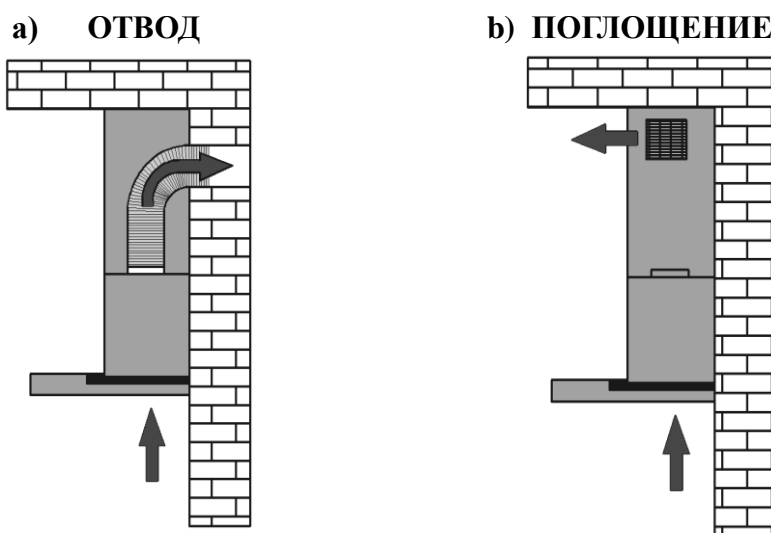

Рис. 2
1) Отвода (рис. 2а) – воздух удаляется из здания через соединение вытяжки с вентиляционной трубой с помощью жесткой пластиковой трубы диаметром в 150 мм или диаметром в 120 мм с применением соответствующего переходника.
2) Поглощения (рис. 2б) – внутренняя циркуляция воздуха через угольные фильтры (рис. 1).